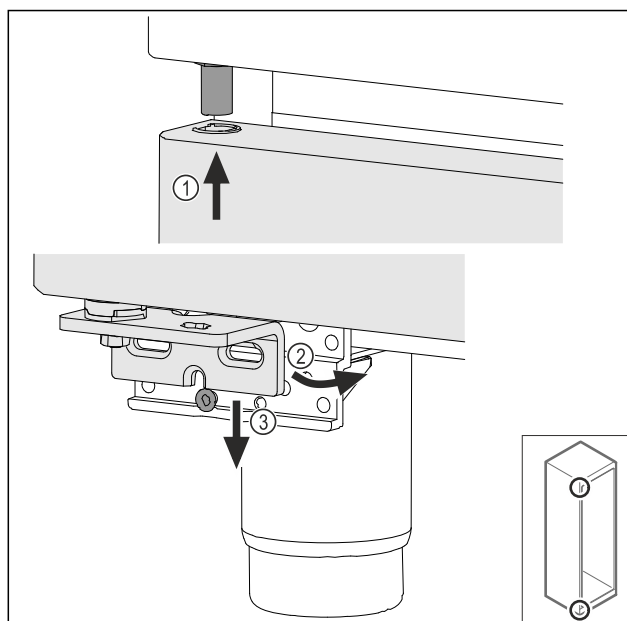

Fig. 47
- Naviňte hore zľahka naklonené dvere Fig. 47 (1), rovno vyrovnajte dvere Fig. 47 (2) a nasad'te ich dole na skrutku ložiskovej konzoly Fig. 47 (3).